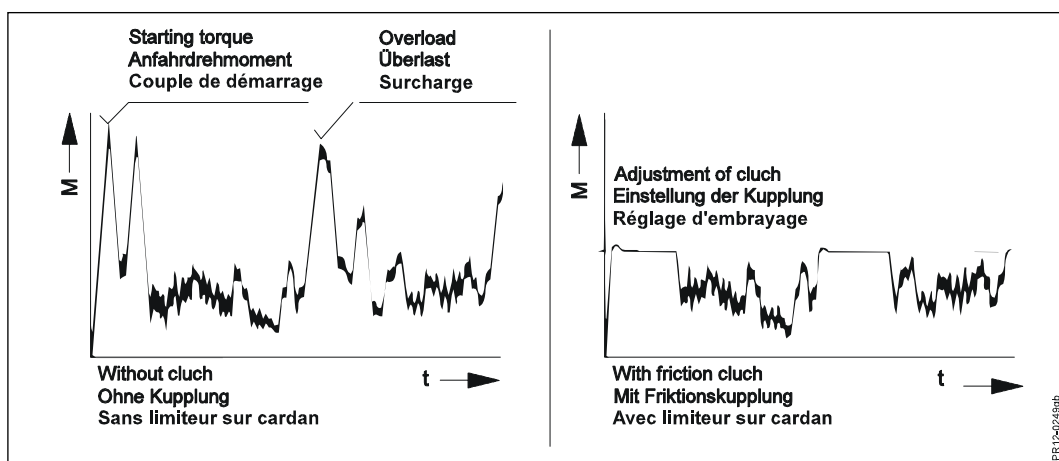

Fig. 5-1
**Fig. 5-1** Pour garantir une longue durée de vie à votre tracteur et à votre machine, celle-ci est livrée avec un **limiteur de couple** sur l'arbre frontal de prise de force. Le schéma montre de quelle façon l'embrayage protège la transmission contre les pointes de couple importantes tout en étant capable dans le même temps de conserver un effort élevé en glissant.